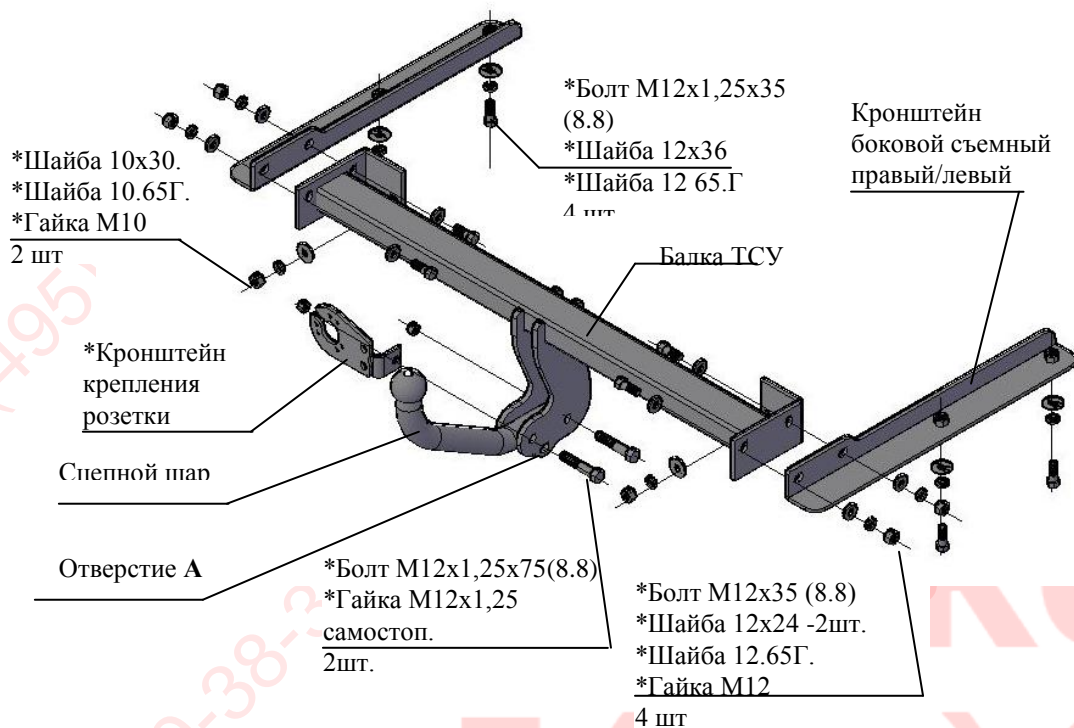

Рис.1 Тягово-сцепное устройство 9930
2.1 ТСУ 9930 в сборе (рис.1)	1 шт.
2.2 Пакет с комплектующими (см. рис.1)	1 шт.
4.3 Установить боковые съемные кронштейны ТСУ (правый и левый соответственно рис.1) внутрь лонжеронов а/м, закрепить к нижним полкам болтами М12х1,25х35, (используя приварные гайки), под головки болтов подложить шайбы 12.65Г и шайбы 12х36. Крепеж не затягивать.